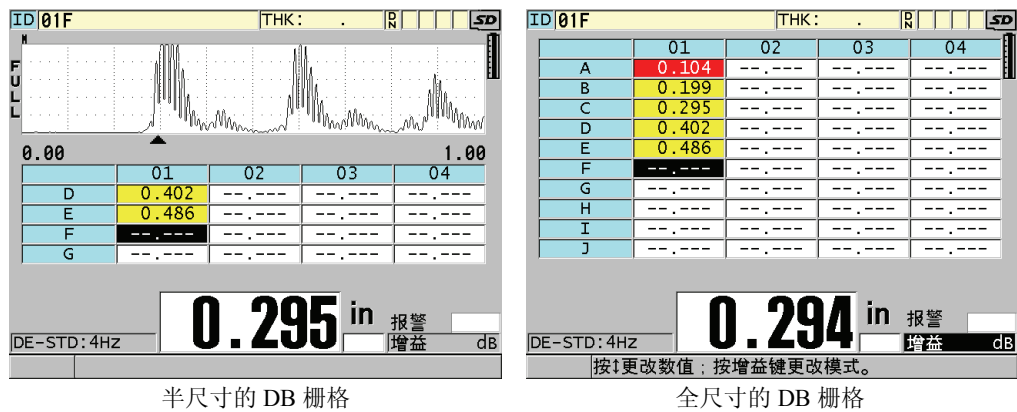

图 10-10 半尺寸和全尺寸的 DB 栅格示例
5. 将**栅格尺寸**设为所需的数据库栅格尺寸选项（参见第 128 页的图 10-10）：